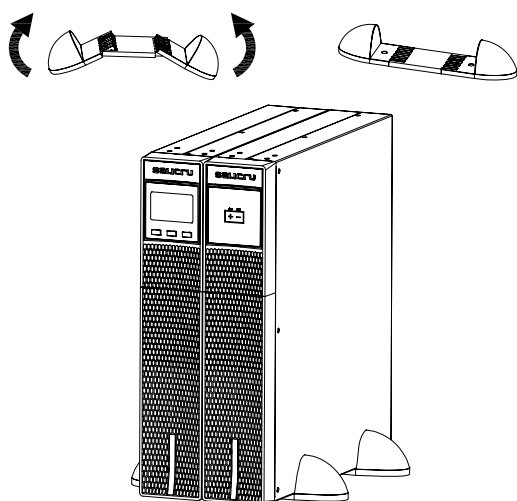

Fig. 9. Modelo em montagem vertical (tipo torre) com ampliação da autonomia (módulo de baterias).
- As Fig. 5 a Fig. 9 representam exemplificativamente o grafismo de um equipamento ou deste com o seu módulo de baterias. Estas ilustrações são úteis e proporcionam orientação nos passos a seguir e não pretendem particularizar as instruções a um único modelo, embora na prática as ações a realizar sejam sempre as mesmas para todos eles.
- Coloque o UPS e o módulo de baterias de pé entre as duas bases (ver a Fig. 9) e a uma distância de 70 mm desde cada extremidade, como mostra a Fig. 7.
Conecte o cabo da tomada de terra incluído no tubo aos correspondentes pontos identificados, quer seja terminal, quer seja parafuso (ver Fig. 9).